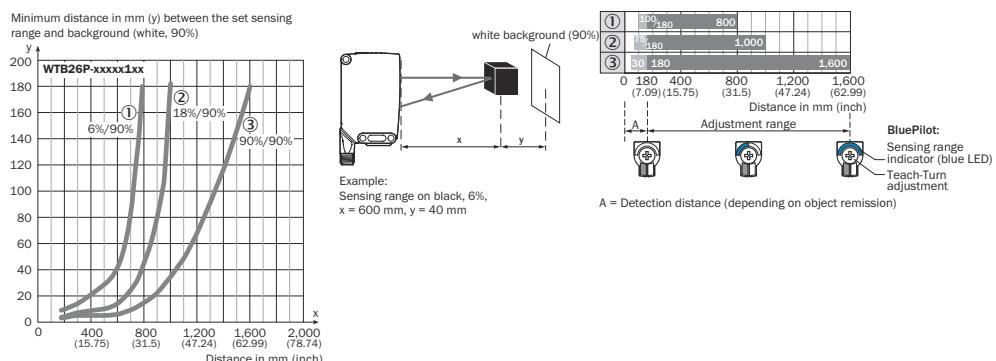

Figura 52: Linea caratteristica 1, WTB26P-xxxxx1xx, luce rossa
La distanza minima (=  $y$ ) per la soppressione di sfondo può essere determinata in base al diagramma [figura 52 ①] nel modo seguente: